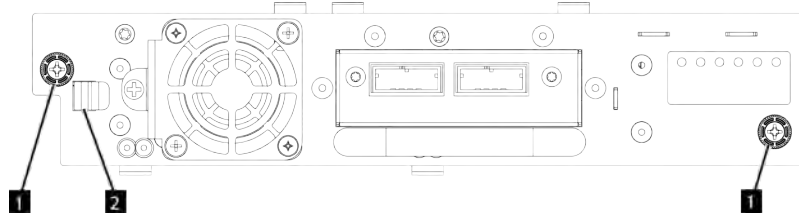

Figura 70. Desbloqueo de la unidad
- Afloje los tornillos de mariposa de color azul (**1** en Figura 70 en la página 167) en la unidad de cintas. Presione la palanca de bloqueo (**2** en Figura 70 en la página 167) a la derecha y tire hacia atrás en el asa de la unidad de cintas mientras se da soporte a la parte inferior de la unidad para extraerla de la unidad.